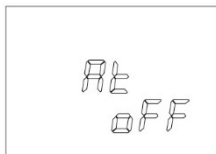

Рисунок 14
- 8.7.3. В режиме нагрева нажать кнопку «РЕЖИМ», на дисплее отобразится режим автонастройки (Рисунок 14). Нажать на ручку энкодера, при этом замигает установленное значение (oFF). Вращая ручку энкодера по часовой стрелке установить значение on и снова нажать на ручку энкодера. Контроллер вернётся в режим нагрева, но на дисплее отображение заданной температуры будет чередоваться с отображением надписи At.